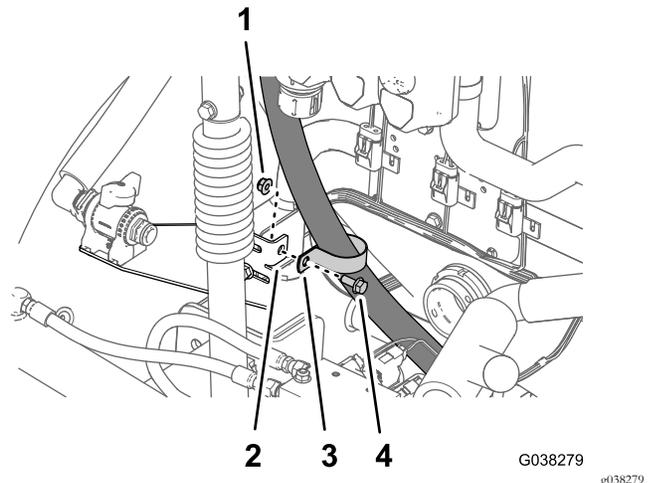

Bild 72
6. Befestigen Sie den Schlauch mit der Bundkopfschraube (5/16" x 3/4") und der Sicherungsbundmutter (5/16") an der Nase der Rührwerk-Ventilhalterung (Bild 72).